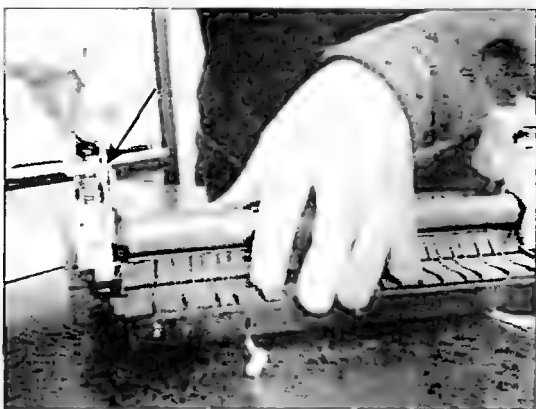

Рис. 6.12
- Надавив и повернув по часовой стрелке упор пружины, освобождают его. Затем снимают пластину прижима роллера фюзера (рис. 6.12). Аналогично освобождают другой упор, и после этого вынимают роллер.